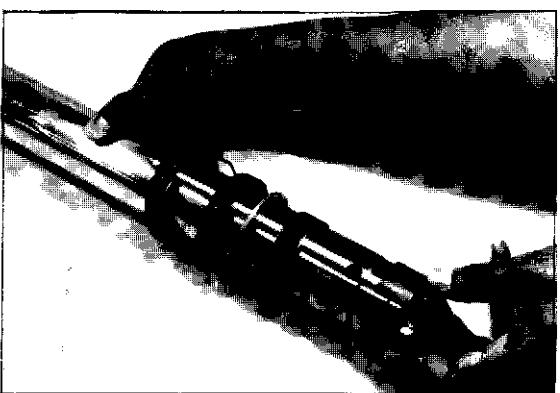

Fig. 2
- 4) Auf das Gleitrohr folgende Teile montieren: (Bild 2)
- 4) Monte en el tubo correoso las siguientes partes: [Fig. 2]